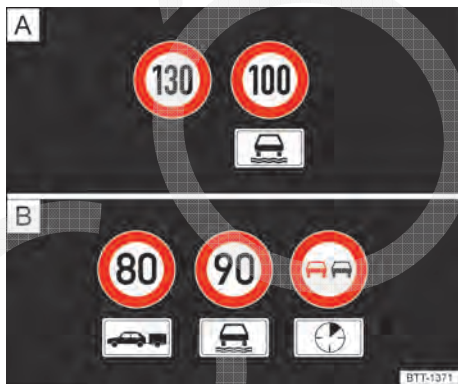

Fig. 53 No display do instrumento combinado: exemplos de limites de velocidade e proibição de ultrapassagem com placas adicionais associadas.
As sinalizações de trânsito capturadas pelo sistema de reconhecimento da sinalização de trânsito são exibidas no display do instrumento combinado → Fig. 53 e, dependendo do sistema
Após a verificação e avaliação das informações da câmera, do sistema de navegação e dos dados do veículo atuais, são apresentadas até três sinalizações de trânsito válidas → Fig. 53 com as respectivas placas adicionais:
1º lugar: A sinalização de trânsito atualmente válida para o condutor é exibida no display à esquerda, por exemplo, um limite de velocidade **130 km/h (100 mph)** → Fig. 53 **A**.
2.º lugar: Uma sinalização de trânsito válida somente em determinadas condições é exibida em segundo lugar, por exemplo, **100 km/h (60 mph) "pista molhada"** → Fig. 53 **A**.
- 3.º lugar: Uma outra sinalização de trânsito válida somente em determinadas condições é exibida em terceiro lugar, por exemplo, “proibição temporária de ultrapassagem” → Fig. 53